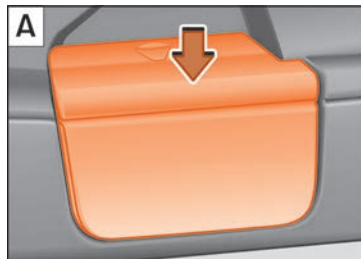

Abb. 142 Abdeckung der Aufnahme der Gepäckraumabdeckung abnehmen A und sicher verstauen B.
- Abdeckungen der Aufnahmen in den Seitenverkleidungen abnehmen »» **Abb. 142 A**. Dazu von oben auf die Abdeckung drücken (Pfeil) und Abdeckung abziehen.
- Öffnen Sie das Ablagefach in der Seitenverkleidung hinten links im Gepäckraum »» **Seite 165** und hängen Sie die Gepäckraumabdeckung an der Rückseite des Ablagefachdeckels ein »» **Abb. 142 B**.